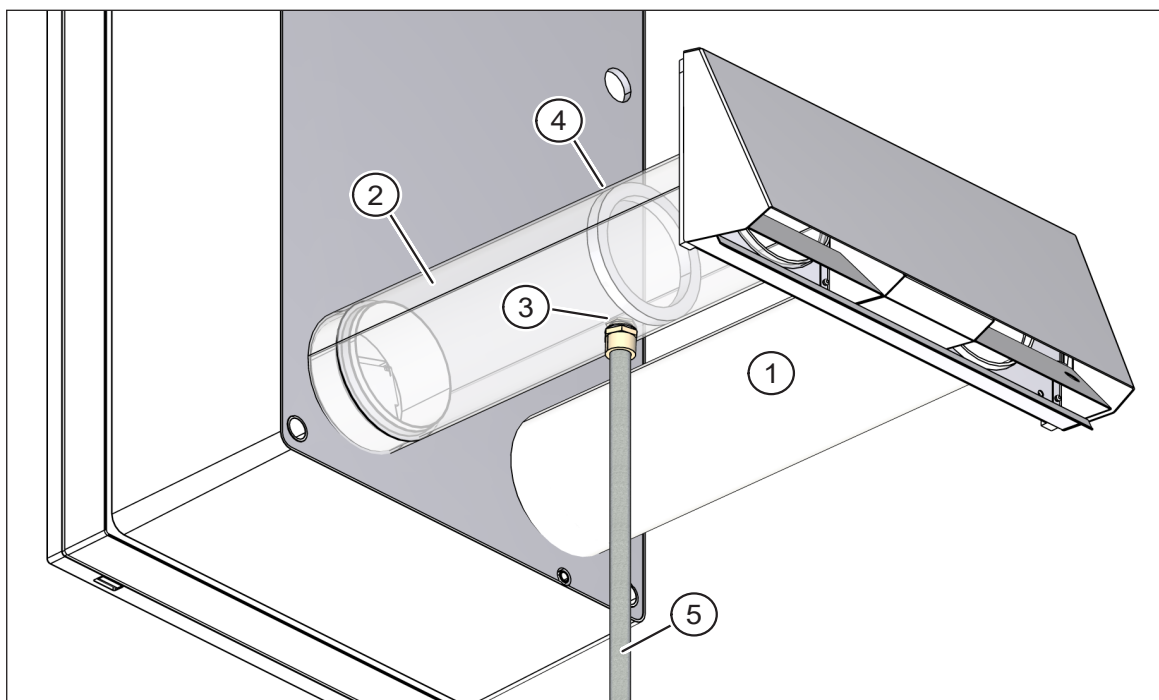

Fig. 18: Drenajul condensului în țeava de evacuare a aerului
- Țeavă exterioară de aer, DN 100, 0,5 m (element 1 în Fig. 18)
- Țeavă de evacuare a aerului, DN 100, 0,5 m (elementul 2 în Fig. 18), cu conexiune cu filet exterior de 1/2" (elementul 3 în Fig. 18) și barieră (elementul 4 în Fig. 18) pentru reținerea condensului.
- În regiunile reci, protejați țeava de drenare a condensului (elementul 5 în Fig. 18) împotriva înghețului, de ex. prin amplasarea acesteia în spatele izolației fațadei.